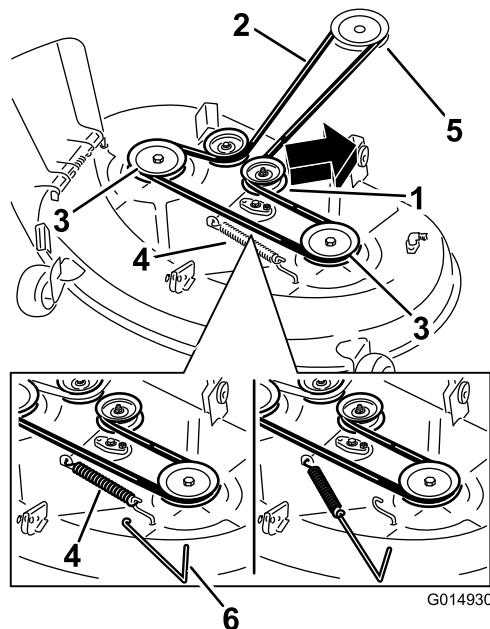

Figure 55
4. À l'aide d'un outil de dépose de ressort (réf. Toro 92-5771), décrochez le ressort du crochet sur le tablier pour éliminer la tension sur la poulie de tension et déchaussez la courroie des poulies (Figure 55).
5. Acheminez la courroie neuve autour de la poulie du moteur et des poulies du tablier de coupe (Figure 55).
6. À l'aide d'un outil de dépose de ressort, accrochez le ressort au crochet situé sur le tablier pour tendre la poulie de tension et la courroie du tablier de coupe (Figure 55).